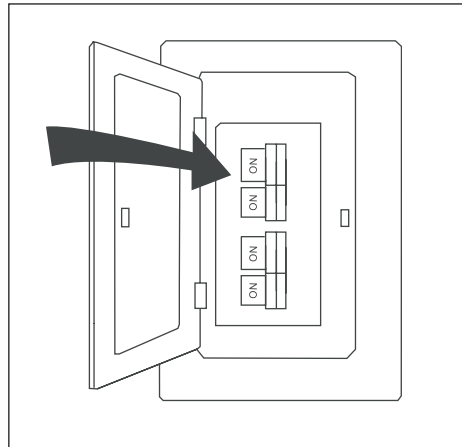

Figura 5.11
11. Encienda el suministro de electricidad del ventilador a la caja del interruptor de circuito y interruptor de pared (Figura 5.11). El ensamblaje está listo.